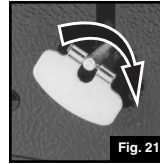

Fig. 21
- Apague el QUEMADOR auxiliar cerrando la(s) VÁLVULA AUXILIAR (Fig. 21)